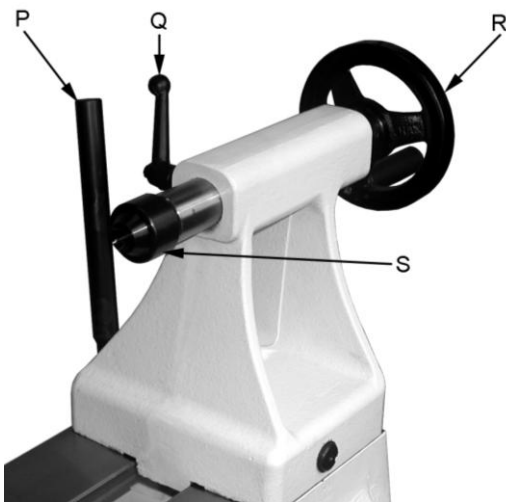

Рис. 41
Поверните маховик (R, Рис. 41) по часовой стрелке, чтобы выдвинуть пиноль задней бабки вперед. Зафиксируйте пиноль задней бабки с помощью рукоятки (Q).